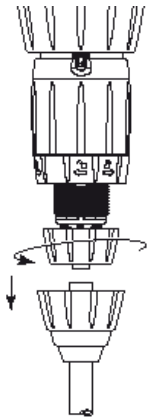

Abb. 16
- Haltermutter des Saugventils (**Abb. 16**), lösen und abnehmen. Saugventil entfernen, die Einzelteile mit klarem Wasser gründlich spülen.